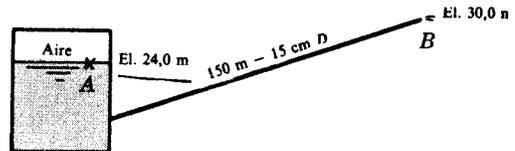

Fig. 7-4
22. Está fluyendo un aceite desde el depósito A a través de una tubería nueva de fundición asfaltada de 15 cm y 150 m de longitud hasta el punto B, a una elevación de 30,0 m, como se muestra en la Fig. 7-4. ¿Qué presión, en kg/cm², tendrá que actuar sobre A para que circulen 13,0 l/seg de aceite? ($D_r = 0,840$ y $\nu = 2,10 \times 10^{-6}$ m²/seg.) Utilizar $\epsilon = 0,012$ cm.